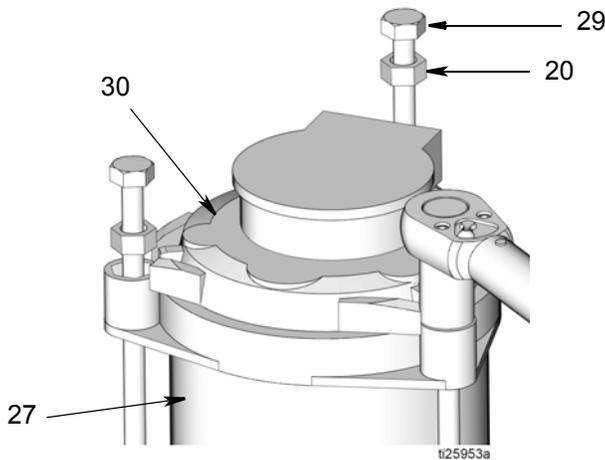

FIG. 14
9. Utilice una llave para extraer las varillas de conexión (29). Afloje las varillas siguiendo un patrón diagonal, con cuidado de aflojar cada varilla gradualmente hasta haber aflojado todas ellas completamente. Extraiga las varillas de conexión (29) y los separadores (20). Consulte la sección FIG. 14.
10. Retire la tapa (30) del depósito (27) (FIG. 14).